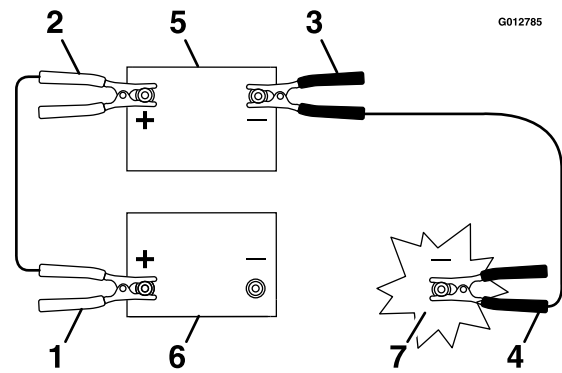

Figura 42
- Conecte el cable de arranque positivo – rojo – (+) al borne positivo de la batería descargada, como se muestra en la Figura 42.
- Conecte el otro extremo del cable positivo al borne positivo de la batería externa (Figura 42).
- En la máquina con batería descargada, conecte el otro extremo del cable de arranque negativo al bloque motor, en un lugar alejado de la batería y de las correas (Figura 42).
2. Desconecte el cable negativo del bloque motor (Figura 42).
3. Desconecte el cable negativo de la batería descargada (Figura 42).
4. Desconecte el cable positivo de la batería externa (Figura 42).
5. Desconecte el cable positivo de la batería descargada (Figura 42).